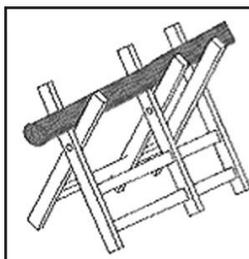

Рис. 48
- При распиловке пиломатериалов и тонких веток используйте надежную опору (козлы, рис. 48). Пиломатериалы не должны быть штабелированы, удерживаться другими лицами, либо ногой.